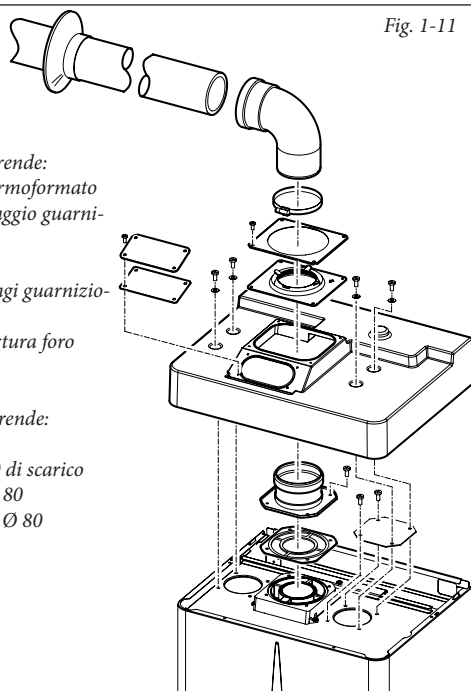

Fig. 1-11
- Montaggio kit copertura (Fig. 1-11). Smontare dai fori laterali rispetto a quello centrale i due tappi e le guarnizioni presenti, quindi coprire il foro di aspirazione destro con l'apposita piastra fissandola sul lato sinistro con 2 delle viti in dotazione. Installare la flangia Ø 80 di scarico sul foro più interno della caldaia interponendo la guarnizione presente nel kit e serrare con le viti in dotazione. Installare la copertura superiore fissandola con 4 viti presenti nel kit interponendo le relative guarnizioni. Innestare la curva 90° Ø 80 con lato maschio (liscio), nel lato femmina (con guarnizioni a labbro) della flangia Ø 80 sino a portarla in battuta, infilare la guarnizione facendola scorrere lungo la curva, fissarla tramite la piastra in lamiera e stringere mediante la fascetta presente nel kit facendo attenzione a fermare le 4 linguette della guarnizione. Innestare il tubo di scarico con lato maschio (liscio), nel lato femmina della curva 90° Ø 80, accertandosi di avere già inserito il relativo rosone, in questo modo si otterrà la tenuta e la giunzione degli elementi che compongono il kit.